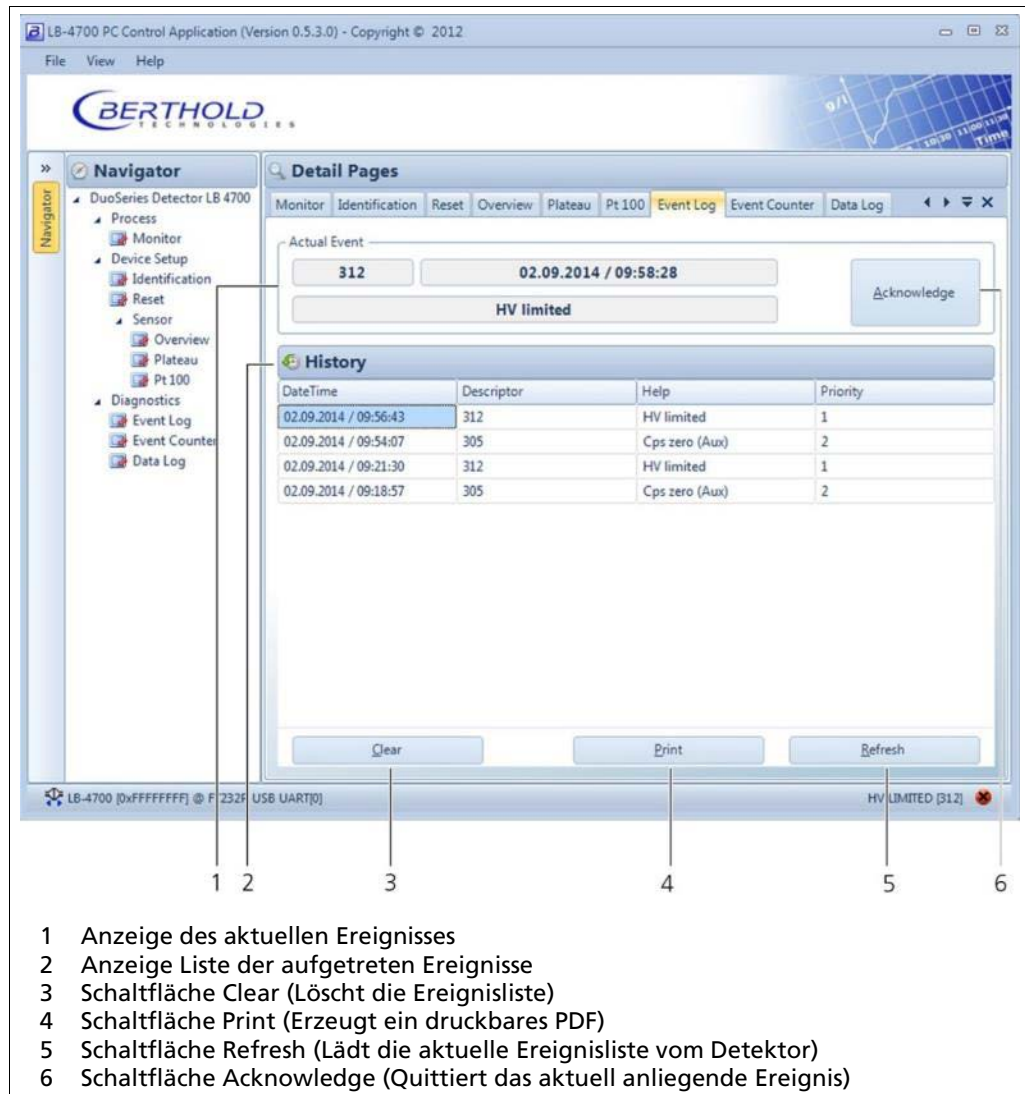

Abb. 46 Diagnostics | Event Log
Öffnen Sie in der Menügruppe **Device Setup | Diagnostics** des Navigators das Untermenü **Event Log** durch Doppelklicken auf **<Event Log>** (Abb. 46). Das Untermenü „Event Log“ protokolliert die letzten 25 aufgetretenen Ereignisse mit Datum, Uhrzeit und Beschreibung.
1. Wenn Sie die Ereignisliste leeren wollen, klicken Sie **<Clear>** (Abb. 46, Pos. 3).
2. Um die Ereignisliste auszudrucken, klicken Sie **<Print>** (Abb. 46, Pos. 4).
3. Klicken Sie **<Refresh>** (Abb. 46, Pos. 5), um die Ereignisliste vom Detektor zu laden.
4. Klicken Sie **<Acknowledge>** (Abb. 46, Pos. 6), wenn ein Ereignis eine Quittierung erfordert.